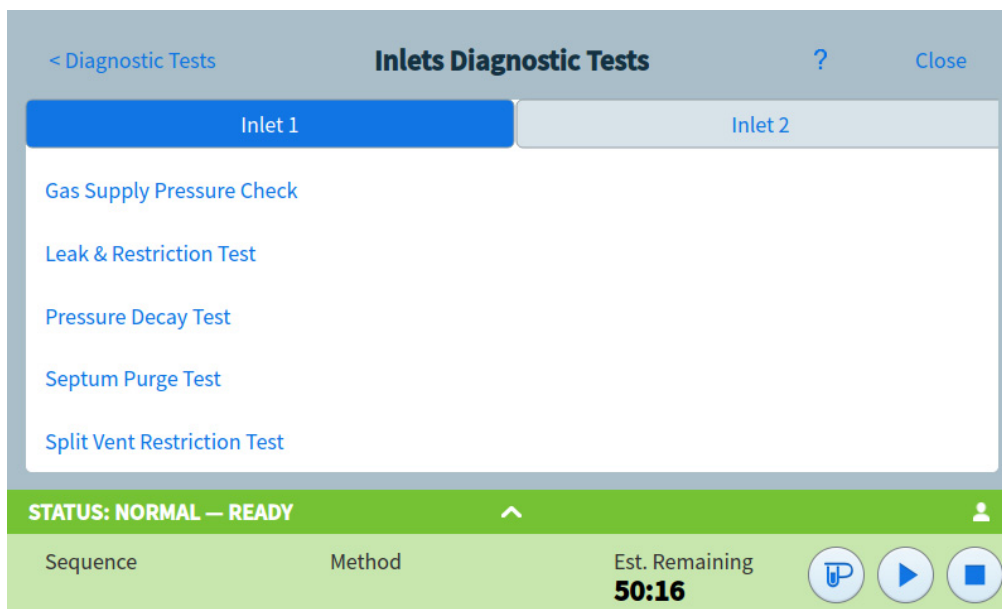

Figura 41. Pagina di test diagnostici dell'iniettore
- 3 Selezionare **Inlets**, **Detectors** o un altro collegamento, secondo necessità. Apparirà la pagina corrispondente. Ad esempio, selezionando **Inlets** si apre la pagina test diagnostici iniettore. Vedere **Figura 41**.